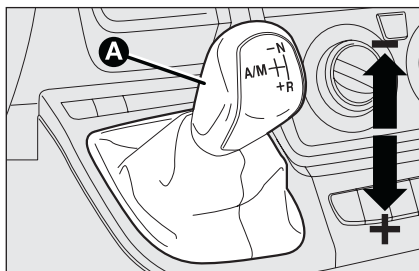
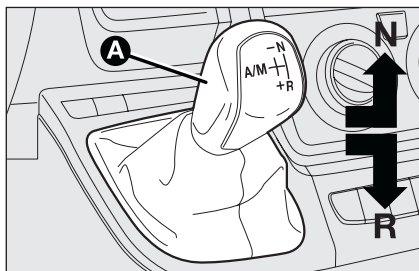
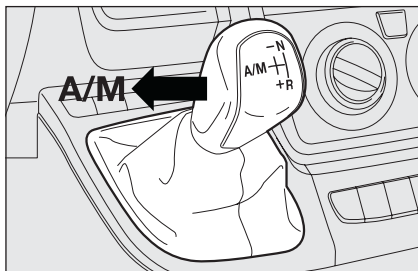

fig. 1
fig. 2
fig. 3
La boîte de vitesses se compose d'une transmission mécanique traditionnelle avec levier **A-fig. 1**, à laquelle on a ajouté un dispositif électro-hydraulique à contrôle électronique qui commande automatiquement l'embrayage et l'engagement des vitesses.
- Pousser le levier de changement de vitesse vers **+** (vitesse supérieure) **fig. 1** pour engager la première vitesse (si on vient de **N** ou de **R** il suffit d'amener le levier en position centrale) ou bien en **R fig. 2** pour engager la marche arrière.
- En condition de marche, pousser le levier de changement de vitesse vers **(+)** **fig. 1** pour engager la vitesse supérieure ou bien vers **(-)** **fig. 1** pour engager la vitesse inférieure.
- Pousser le levier de changement de vitesse sur **A/M** fig. 3 pour passer en logique automatique; déplacer le levier de changement de vitesse vers **+** (vitesse supérieure) fig. 1 pour engager la première vitesse (si on vient de **N** ou de **R** il suffit d'amener le levier en position centrale) ou bien en **R** fig. 2 pour engager la marche arrière.
Le levier de commande **A**-fig. 1, située dans le tunnel central, est de type flottant "multistable", c'est-à-dire qu'il peut prendre trois positions stables et trois instables.
Les trois positions stables sont celles correspondant au point mort **N**-fig. 2, à la marche arrière **R**-fig. 2 et à la position centrale située entre les positions instables (-) et (+) fig. 1.
Les positions instables, c'est-à-dire celles qui sont abandonnées du levier dès que il est relâché, sont par contre les positions de demande de vitesse supérieure (+), position de demande de vitesse inférieure (-) et la position de demande de modalité de fonctionnement automatique (**A/M**) fig. 3.
déplacer le levier en position **(+)** **fig. 1** pour engager une vitesse inférieure.
déplacer le levier en position **(-)** **fig. 1** pour engager une vitesse inférieure.
Pour activer/désactiver le fonctionnement automatique (**AUTO**) il faut pousser le levier en position **A/M** **fig. 3**; l'activation est signalée par l'affichage de l'inscription **AUTO** **fig. 5** et de la vitesse engagée sur l'afficheur multifonction reconfigurable.
- si le levier est déjà en position centrale, déplacer le levier vers **+** (vitesse supérieure) **fig. 1**;
- si le levier est en position (**N**) ou (**R**) **fig. 2** déplacer le levier en position centrale, puis vers **+** (vitesse supérieure) **fig. 1**;
- si le levier est déjà en position centrale, déplacer le levier par 2 fois vers **+** (vitesse supérieure) **fig. 1**;
- Placer le levier sur (**R**) **fig. 2**;